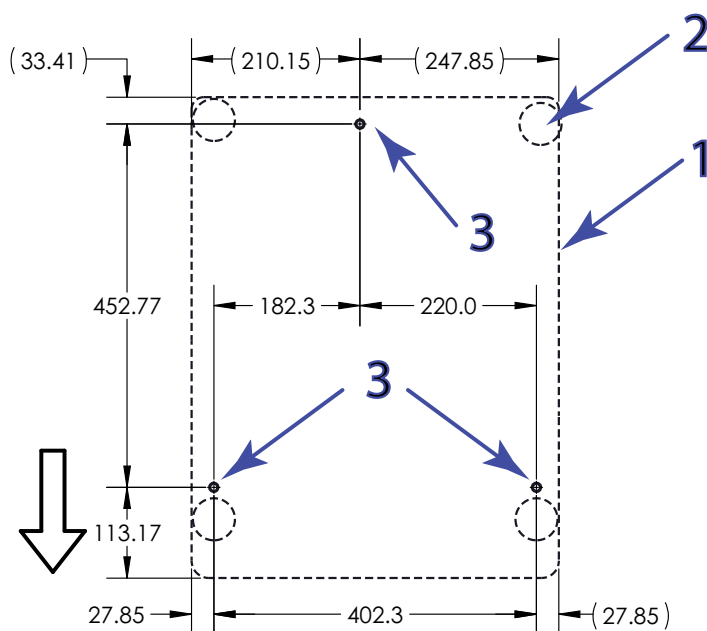

Figura 12. Ubicación de los puntos de anclaje (visto desde arriba)
Leyenda de la Figura 12
1. Consulte la Figura 12 en la página 61 y taladre los orificios en la mesa en las ubicaciones adecuadas, de modo que queden alineados con los puntos de anclaje de la base del bastidor. Se recomienda taladrar orificios de 15 mm (0,59 in) de diámetro.